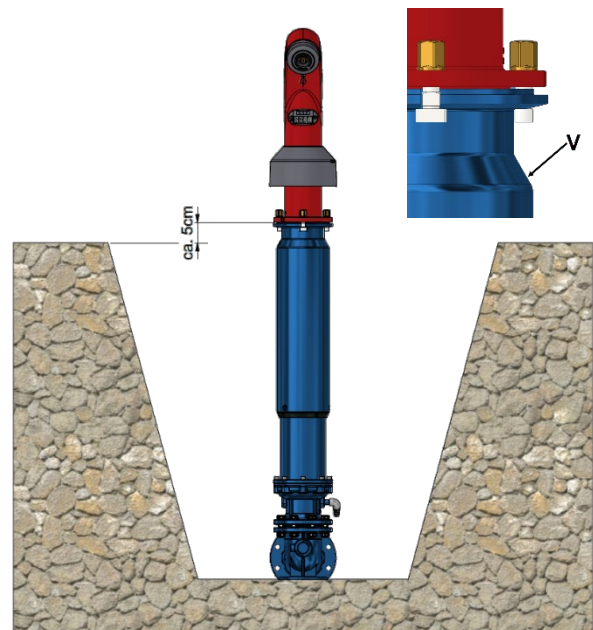

Figura 1
La parte inferiore regolabile dell'idrante può essere regolata in modo che la flangia si venga a trovare all'altezza corretta rispetto al livello del terreno ovvero circa 5 cm sopra (figura 1).
Per l'allungamento si deve fare attenzione che la rastremazione (V) (figura 1) sotto la flangia di raccordo sia scoperta.